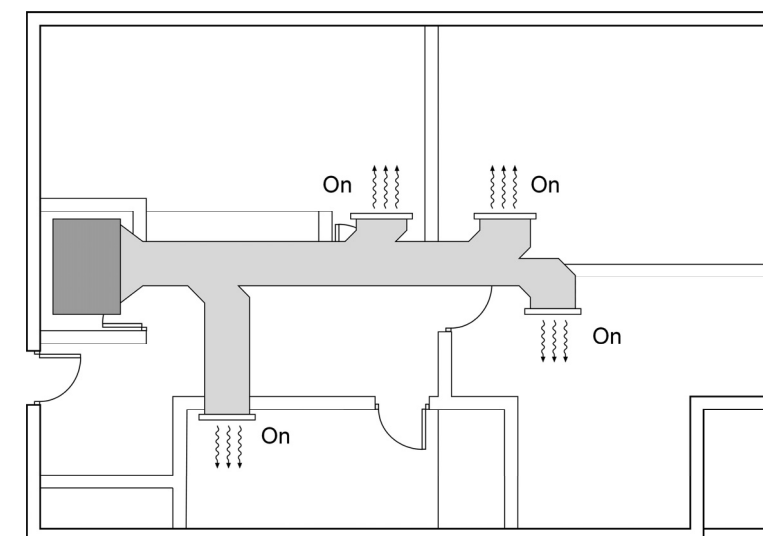

Fig. 6
- 2) Con todas las Zonas en Demanda (abiertas), mida la velocidad de impulsión del aire en todas las salidas y compruebe que está entre 2'0 m/s y 4'2 m/s (Ver Fig. 6). En caso de no cumplir por estar alguna salida por debajo de estos márgenes, aumente la presión disponible de la máquina a la siguiente disponible y vuelva a realizar las comprobaciones.
- 2) With every zone under demand (open), measure the outlet air speed checking that is within range from 2'0 m/s and 4'2 m/s (Ver Fig. 6). In case of not having this air flows in a zone, configure a higher external static pressure in the AC Unit and check outlets air speed again.
- 2) Mettre toutes les zones en demande (ouvertes), mesurer la vitesse de soufflage de l'air au niveau de toutes les bouches et vérifier qu'elle soit comprise entre 2,0 et 4,2 m/s (voir Fig. 6).
- 2) Con tutte le zone in regime di domanda (aperte), misurare la velocità dell'aria in uscita da tutti i terminali e verificare che sia compresa o il più vicino possibile compresa tra i 2,0 e i 4,2 m/s (vedere Fig. 6).